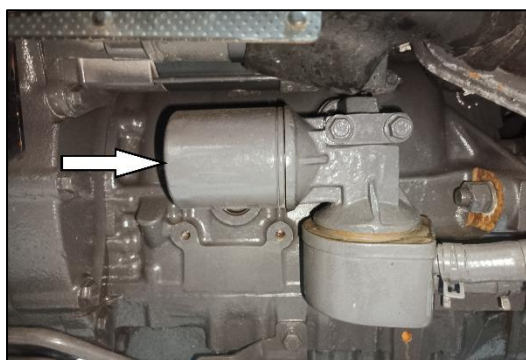

Fig. 240 : FILTRE À HUILE MOTEUR
3. Dévisser et mettre au rebut le filtre à huile usagé (voir Fig. 240).